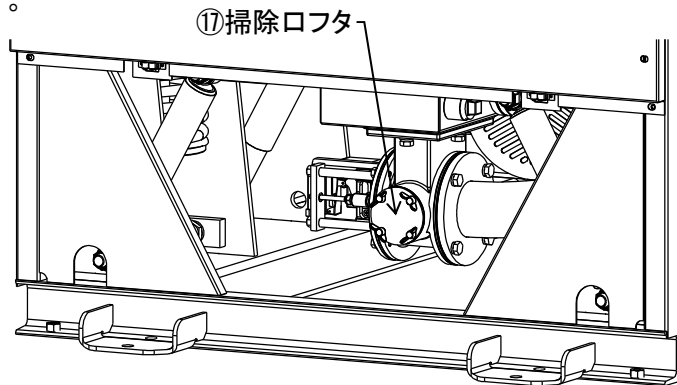

図 8-13
- ・ 前面下部カバーを外します。(図 8-13)
- ・ 前面に⑰掃除口フタが見えます。
- ・ ⑱蝶ナットを緩め、⑰掃除口フタと⑯掃除口フタパッキンを外します。
- ・ 排水弁内のゴミを取り除き、⑥排水弁補助弁表面に付着物がある場合は拭取ります。
- ・ ⑥排水弁補助弁にひび割れや損傷がないか確認します。
- 問題が発見されたなら、⑥排水弁補助弁を新しい物と交換すること。